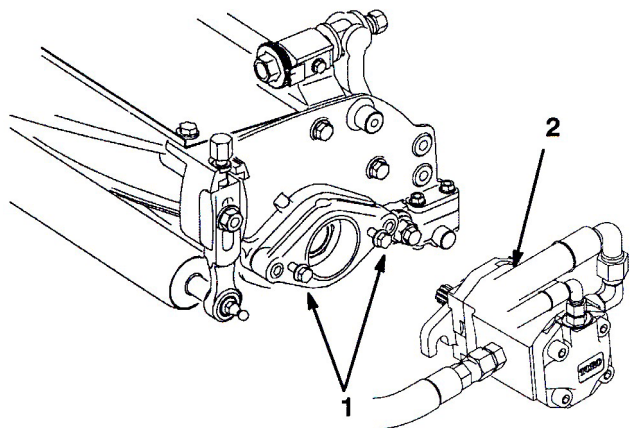

図 19
10. リールモータを固定するための取り付けねじを各カッティングユニットに取り付けする。ねじ山を 13 mm 程度突き出させておく (図19)。